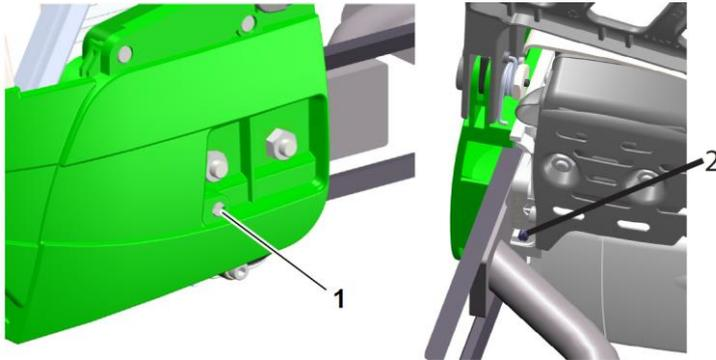

Abb. 6: Keilriemenspannschraube
- > Spannen Sie den Keilriemen, indem Sie die Keilriemenspannschraube (2) im Uhrzeigersinn drehen (s. Abb. 6).